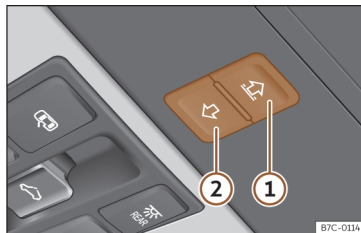

Fig. 85 No revestimento interior do teto: botões da cortina para o sol.
Os botões»» **Fig. 85** ① e ② têm dois níveis. No primeiro nível pode abrir-se ou fechar-se a cortina para o sol total ou parcialmente.
- **Cortina para o sol:** antes que decorram aprox. 5 segundos desde a ativação da função antientalamento, pressione o botão >>> **Fig. 85** (2) até que a cortina para o sol se feche completamente.